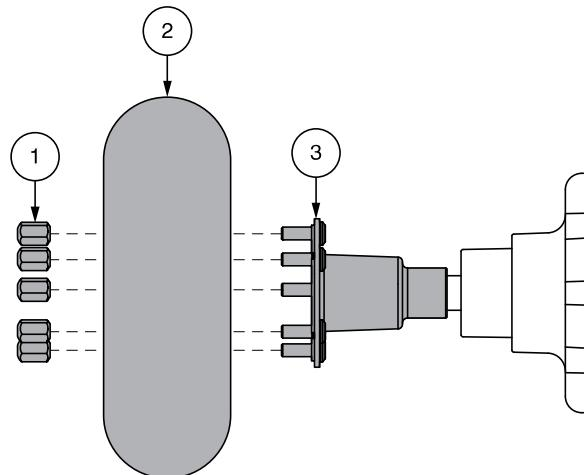

Figura 29. Ruota motrice smontata
4. Rimuovere i dadi ad aletta. Vedere figura 29.